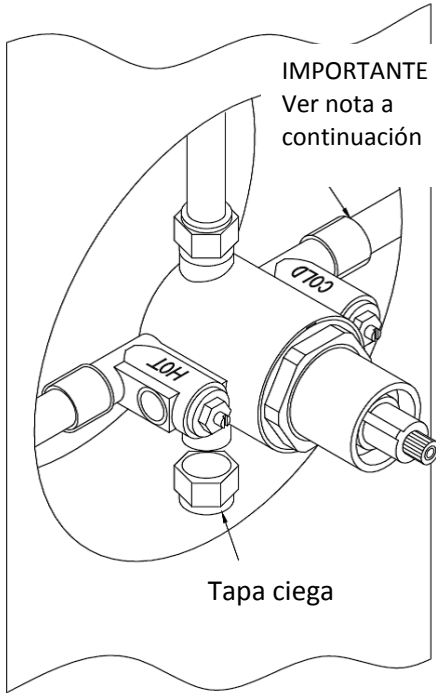

Fig 1
6. Conecte la tubería a la toma de agua. Esto llevará el agua al producto auxiliar (equipo de ducha) que eligió para usar con esta ducha (fig. 1).